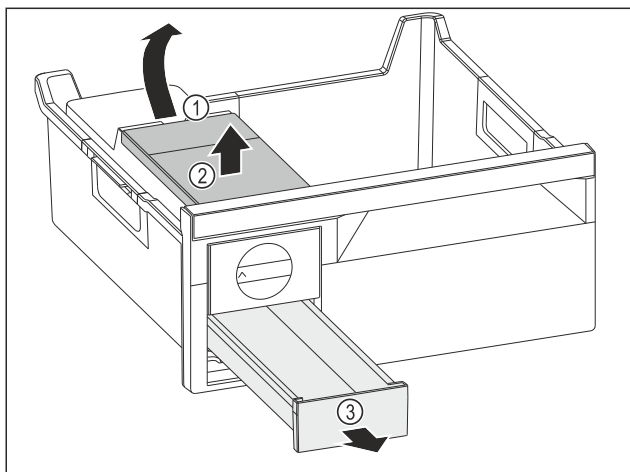

Fig. 129
- ▶ Изваждане на резервоара за вода: Повдигнете резервоара за вода при прореза Fig. 129 (1).
- ▶ Извадете резервоара за вода Fig. 129 (2) нагоре.
- ▶ Извадете чекмеджето за ледени кубчета Fig. 129 (3) напред.